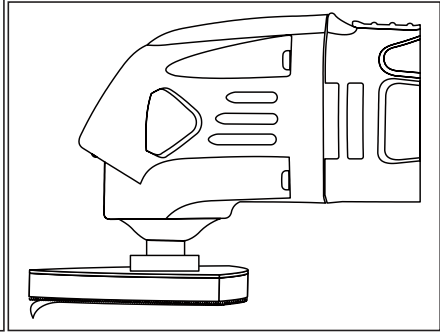

Fig. 4
3. Pentru a elimina șmirghel, doar coaja de pe hârtia de șlefuit de la pad Velcro (Fig. 4).